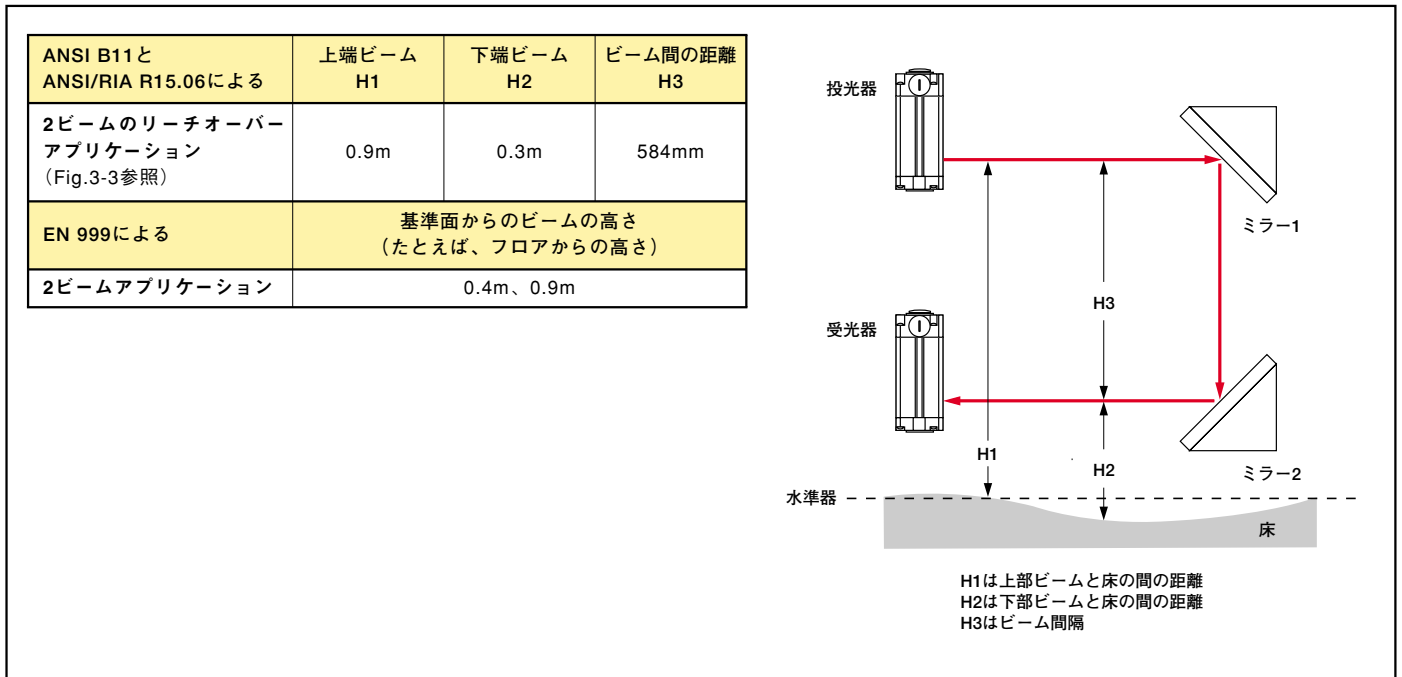

Fig.3-11 該当規格に従って、上端光軸および下端光軸と床までの距離を光軸経路の全長にわたってご確認ください。
光軸経路内で床に排水のためのくぼみがある場合や床が高くなっている場合は、ANSI/RIA R15.06, ANSI B11、またはEN 999の要件を満たすように対策を講じる必要があります(Fig.3-11参照)。上端光軸および下端光軸と床までの距離が、光軸経路の全長にわたって、該当規格の要件を満たしていることが重要です。
2. 床に最も近い光軸の高さが適正になるように(通常は0.3mまたは0.4m)、マウンティング・ブラケットを使ってEZスクリーン投受光器を設置します(Fig.3-11参照)。EZスクリーン・システムの正しい光軸構成と設置の詳細については、該当規格をご参照ください。センサの光軸調整が完了するまで、ネジをきつく締めないでください。
4. 光軸経路が該当規格の要件を満たすように、投受光器とミラーの位置を決めてください。P.29の「投受光器の設置」とFig.3-11をご参照ください。